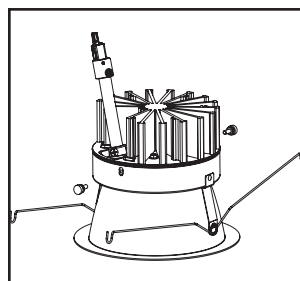

Figure 31.
3. À l'aide des vis à ailettes, attachez solidement le réflecteur au module à DEL. Pour le Réflecteur DEL du portfolio de 6 pouces d'épaisseur (6LW), remplacez les vis à ailettes par les vis et rondelles de sécurité comprises dans le sachet de petites pièces (Figure 31).